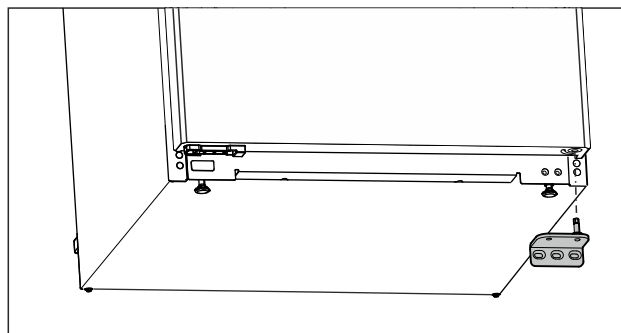

Fig. 16
- ▶ Rimuovere il blocco di supporto verso il basso. (vedere Fig. 16)